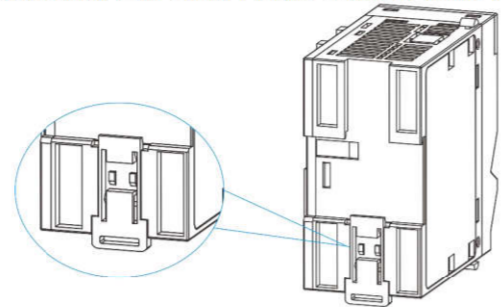

图 7 下拉卡扣
- 将模块组所有模块背面的卡扣 (如图 7 所示) 全部向下拉出。应拉到直到发出咔嚓声。